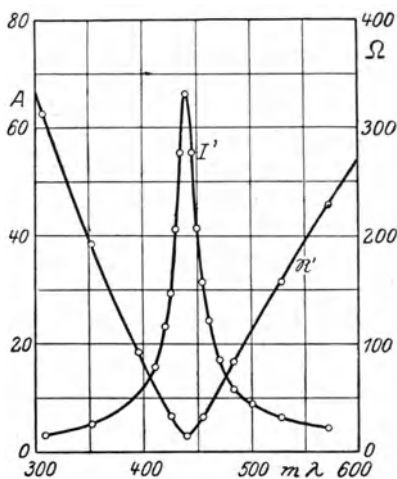

Abb. 28.
Man kann dann eine Kurve zeichnen mit der veränderlichen Größe  $C$ ,  $L$  oder  $f$  als Abszisse und  $\Re$ ,  $I$  oder  $E$  als Ordinate, die man Resonanzkurve nennt. Sie weist im Resonanzpunkt einen Gipfel oder ein Tal auf (Abb. 28).
**8. Abstimmsschärfe.** Je schmaler die Resonanzkurve (Abb. 28) verläuft, um so weniger stört ein anderer Sender, der mit einer benachbarten Welle gibt. Man bezeichnet als Abstimmsschärfe (Wahlschärfe, Selektivität)  $S$  den reziproken Wert der Summe der Verstimmungen  $\varepsilon'$  und  $\varepsilon''$  nach beiden Seiten der Resonanz-